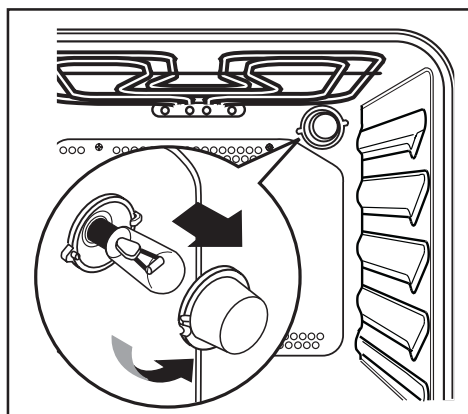

Fig. 14
2. Svitare la protezione in vetro della lampada (Fig. 14).